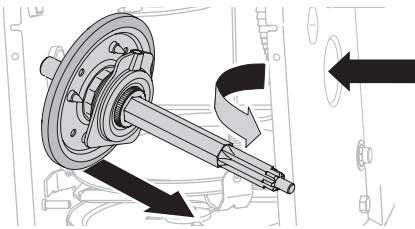

Figure 92
- Inclinez l'arbre hexagonal vers la gauche avant de faire sortir la roue de friction de l'arbre. Voir Figure 92.